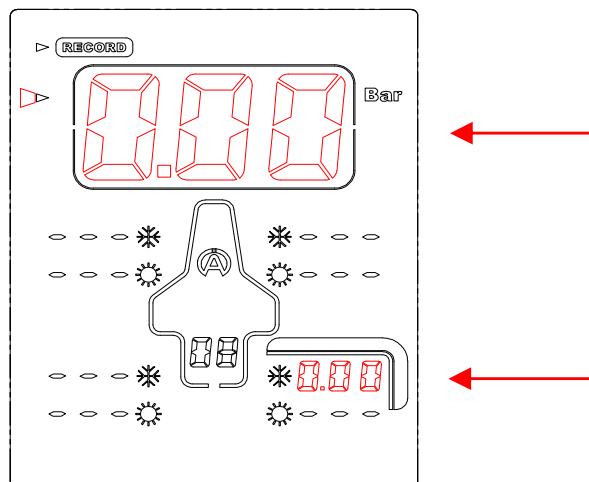

Ilustración 2
- 2) Seleccione el icono «**CADRAN**» (*ilustración 2*) utilizando el botón .
En el ejemplo (*ilustración 2*) el Tyrecontrol está preparado para guardar. La primera captura en el Conjunto «08» antes del recorrido , («Conjunto» libre) comenzando por el neumático trasero de la derecha.